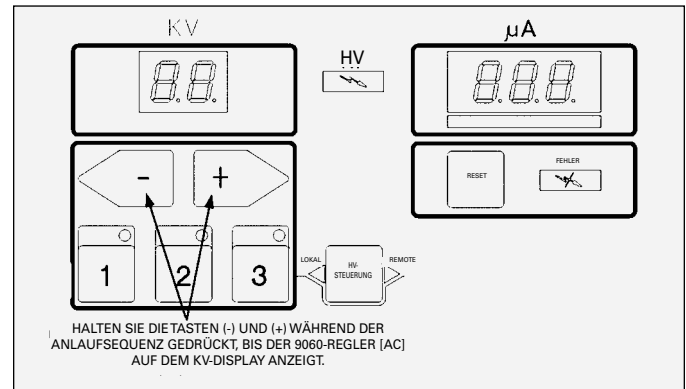

Abbildung 32: Lage der Tasten (+) und (-)
- Halten Sie beide Tasten (+) und (-) gedrückt (siehe Abbildung 32) und schalten Sie dann den Hauptschalter ein.